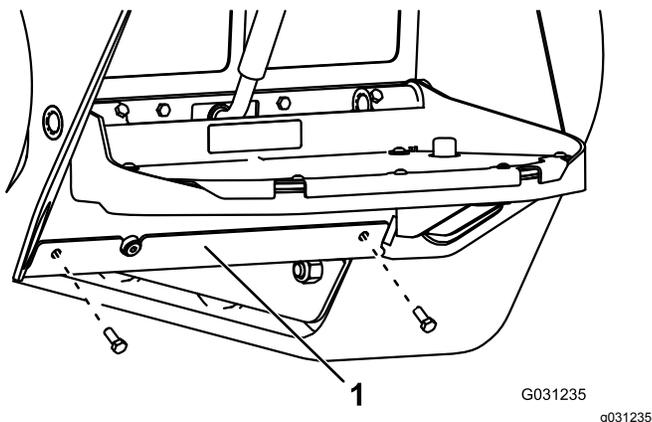

図 74
4. ボトムプレートを固定しているボルト2本を外してボトムプレートを外す 図 74。
8. ボトムプレートを取り付ける 図 74。